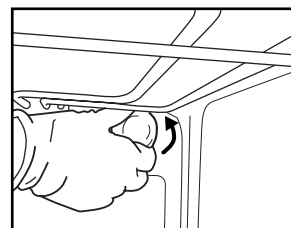

Fig. 6
2. Skru løs lampedeckslet (Fig. 6), skift ut pæren (se anmerkningene for type pære) og sett dekselet tilbake på plass.